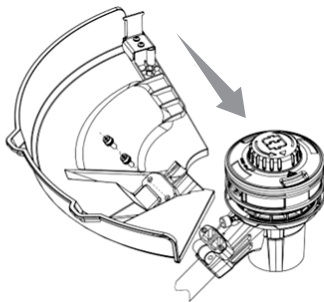

Рис. 7
2. Поднимите головку триммера и переверните ее. Совместите два монтажных отверстия в защитном кронштейне с двумя отверстиями для сборки на основании штанги. Убедитесь, что внутренняя поверхность кронштейна расположена по направлению к головке триммера (Рис. 7).